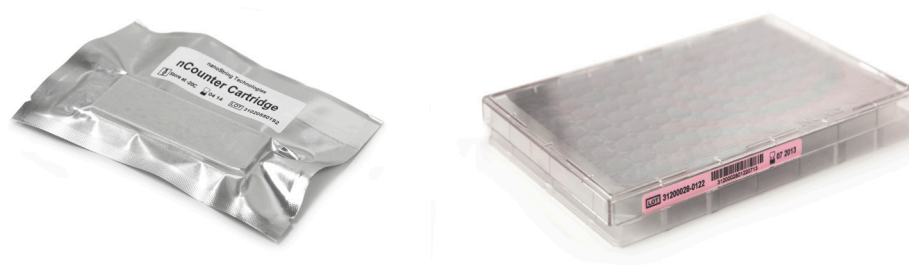

FIGURA 5.8: cartuccia per campioni sigillata (a sinistra) e piastra reagenti Dx (a destra)
7. Prima dell'elaborazione, le cartucce e le piastre reagenti (FIGURA 5.8) devono raggiungere la temperatura ambiente.